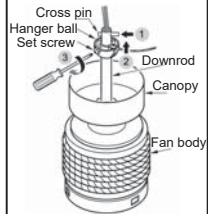

Fig.9
Paso 5. Monte el pasacables a prueba de agua para la bola de suspensión. Inserte cuidadosamente los cables a través de los pasacables. (Fig. 9)